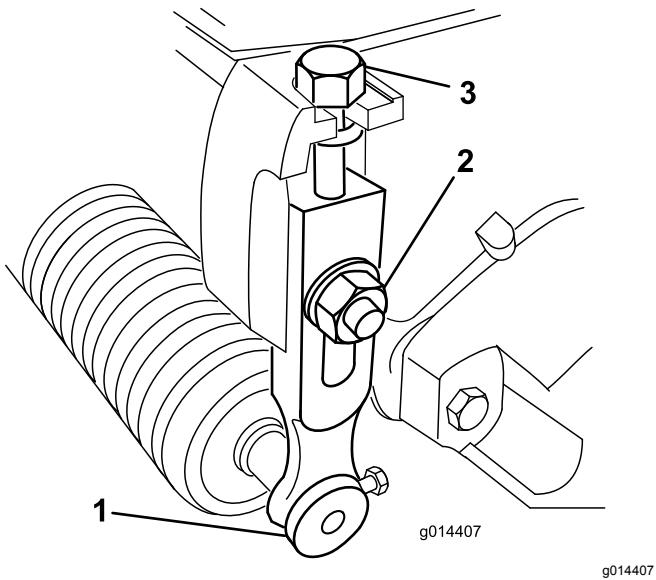

図 9
1. 刈り高アームをカッティングユニットのサイドプレートに固定しているロックナットをゆるめる図 9。